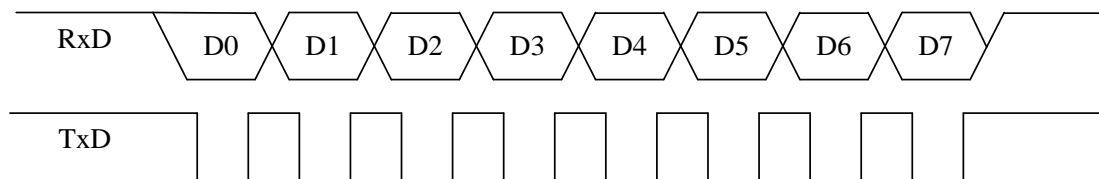

Рис. 21. Временная диаграмма работы УАПП в режиме 0
*Режим 0.* В этом режиме информация и передается, и принимается через внешний вывод входа приемника (RxD). Принимаются или передаются 8 бит данных (рис. 21). Через внешний вывод выхода передатчика (TxD) выдаются импульсы сдвига, которые сопровождают каждый бит. Частота передачи бита информации равна 1/12 частоты резонатора.